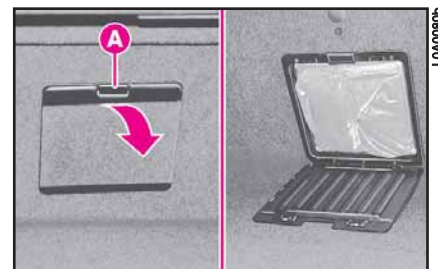

fig. 208
5) En agissant par le coffre à bagages, baisser le volet en appuyant sur la poignée **A** (fig. 208).